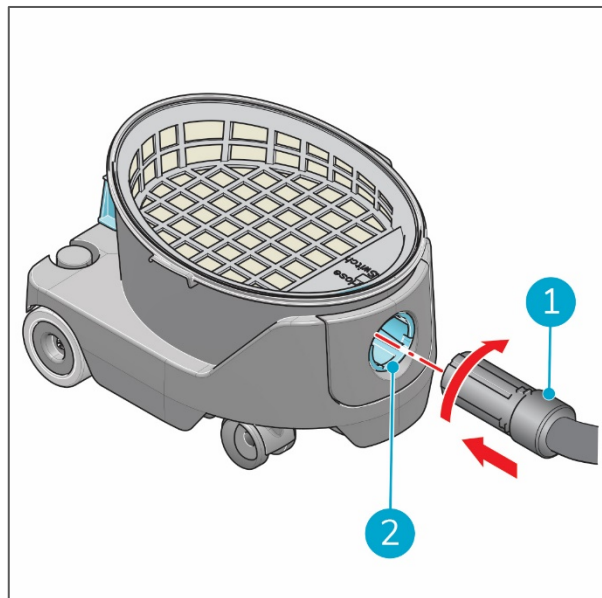

Abbildung 13
14. Stecken Sie den Schlauch (Figure 13, Pos. 1) in den Schlauchanschluss (Figure 13, Pos. 2) und drehen Sie ihn im Uhrzeigersinn, um ihn zu fixieren.